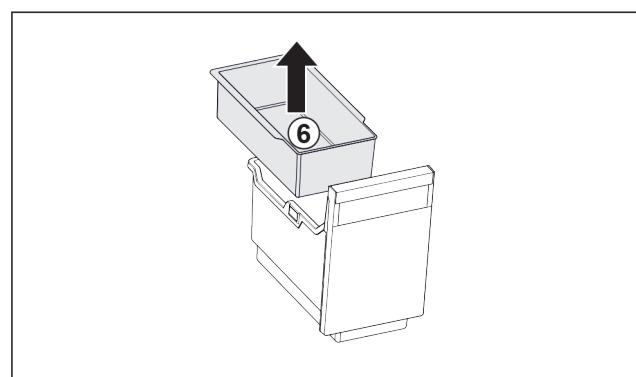

Fig. 24
- Vyjměte závěsnou misku Fig. 24 (6).